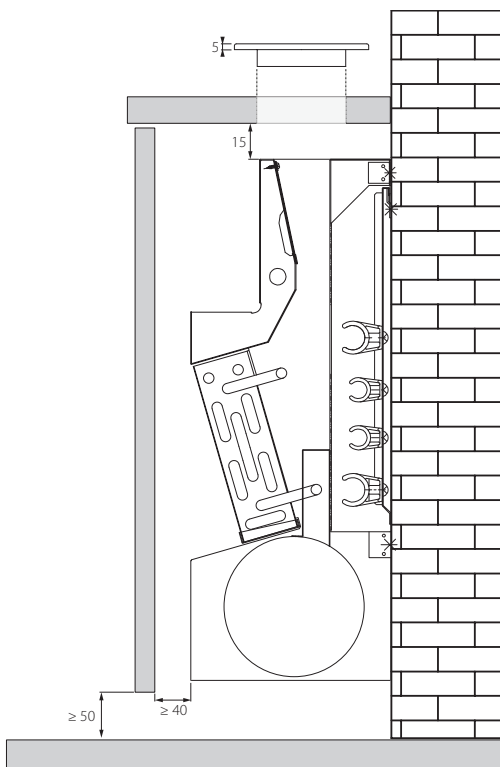

Bild 1. Installationskrav, FacadeAir (mm).
- Inklädning monteras på egen upphängning. Observera installationskrav för inklädning, se bild 1.